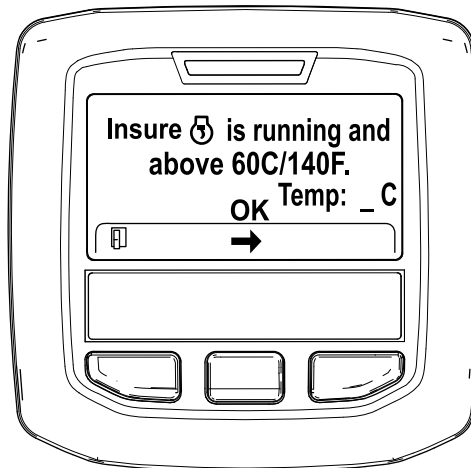

Рисунок 40
5. Если температура охлаждающей жидкости ниже 60 °C (140 °F), появится сообщение «Insure is running and above 60C/140F» («Убедитесь, что двигатель работает и температура выше 60 °C / 140 °F»). (Рисунок 40).